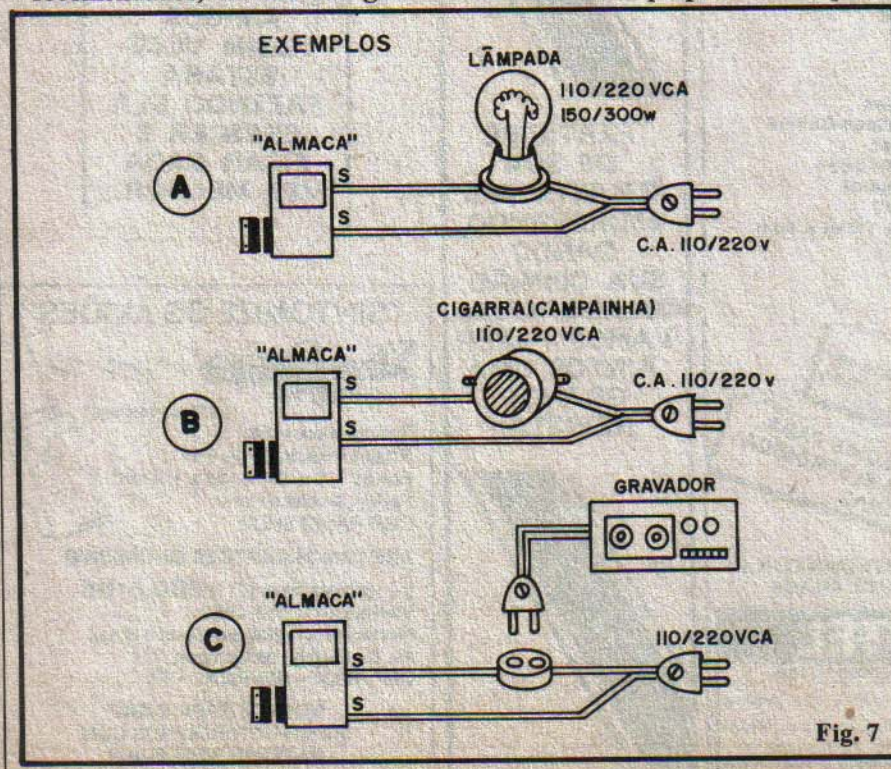

Fig. 7
- **FIG. 7** - Diagrama de interligação ALMACA/carga/C.A. Em 7-A temos o de uma lâmpada. Em 7-B de uma campainha. Em 7-C o acionamento de um gravador. Em todos os casos observar bem a posição elétrica da carga, intercalada entre a saída (S-S) do ALMACA e a C.A. **IMPORTANTE:** Sob nenhuma hipótese os fios S-S podem ser ligados diretamente à C.A., pois, se isso for feito, o circuito "queimará" imediatamente! A carga (sempre com wattagem dentro dos parâmetros recomendados) deverá obrigato-
riamente estar intercalada entre o ALMACA e a C.A. Notar ainda (nos exemplos da fig. 7) que nos casos A e B a lâmpada ou cigarra atuam como aviso direto do "rompimento" do ponto controlado. Já no caso C, um gravador é utilizado, por exemplo, para "disparar" uma instrução ou advertência cada vez que a condição de alarme for instaurada. As possibilidades não ficam por aí, como veremos na próxima figura...
normalmente instalado no local (basta ligar os fios S-S do ALMACA aos dois terminais do interruptor normal da lâmpada que ilumina o local). Assim, ao ser aberta a porta, automaticamente a lâmpada acenderá, num arranjo muito útil em almoxarifados, despensas, etc., ou outros compartimentos não dotados de iluminação natural (por janelas). Em 8-B mostramos como o ALMACA pode ser facilmente instalado e utilizado na proteção de objetos valiosos em exposição: o circuito pode ficar sob a mesa ou tablado que suporta o objeto a ser protegido. A menor tentativa de remoção do objeto, o ALMACA acionará o alarme que pode ser qualquer dos sugeridos na fig. 7, por exemplo).